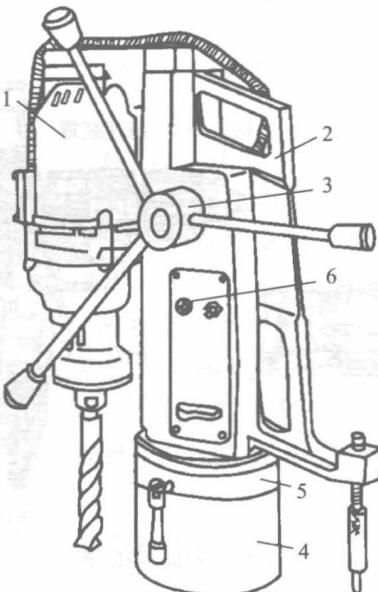

图 1-7 磁座钻外形
③ 磁座钻。磁座钻又称吸附电钻。它是将电钻 1 安装在设有电磁吸盘 4、进给装置 3、回转机构 5 的机架 2 上，同时附有断电保护控制装置，其指示信号用蜂鸣器 6 表示。磁座钻外形如图 1-7 所示。电磁吸盘利用电流的电磁效应使铁芯磁化而产生吸力，将电钻吸附在被加工的钢铁件上。适用于大型冷作件的钻孔和侧面、向上钻孔作业。如在钢板上气割法兰时，先用磁座钻钻个孔，便于切割。进给装置能在 0~190mm 深度范围内钻削 $\phi 3\sim 23\text{mm}$ 的孔径；回转机构能使磁座钻作 0~40mm 的径向位移并在 $0^\circ\sim 330^\circ$ 范围内自由调节，用以对准所需要的钻孔位置，进行钻孔作业。电磁吸盘的最大吸力为 10kN，最大保护吸力为 8kN。为确保操作安全，磁座钻上设有断电保护控制装置。当外加电源突然切断时，磁座钻还能继续吸附 8~10min，同时，蜂鸣器发出信号，即采取相应的安全措施。